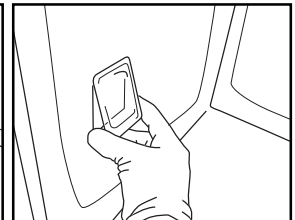

Fig. 9
5. Puneți la loc capacul becului și împingeți-l cu putere până când se fixează (Fig. 9).